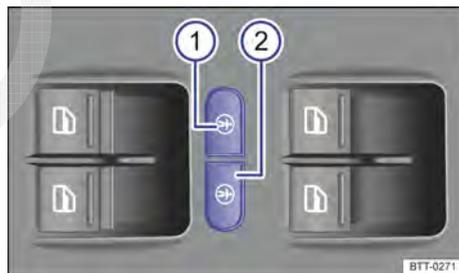

Fig. 80 Na porta do condutor: Botões para segurança elétrica de crianças.
O botão esquerdo → Fig. 80 ① e o botão direito ② ativam a trava de segurança para criança no banco traseiro, à esquerda e à direita.
- **Ligar:** pressionar o botão esquerdo ou o botão direito → Fig. 80.